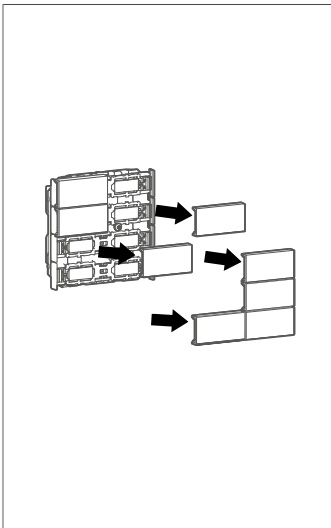

Fig. 19: Ta bort knapparna
- 1 Ta bort knapparna från tryckknappsmodulen (se Fig. 19).